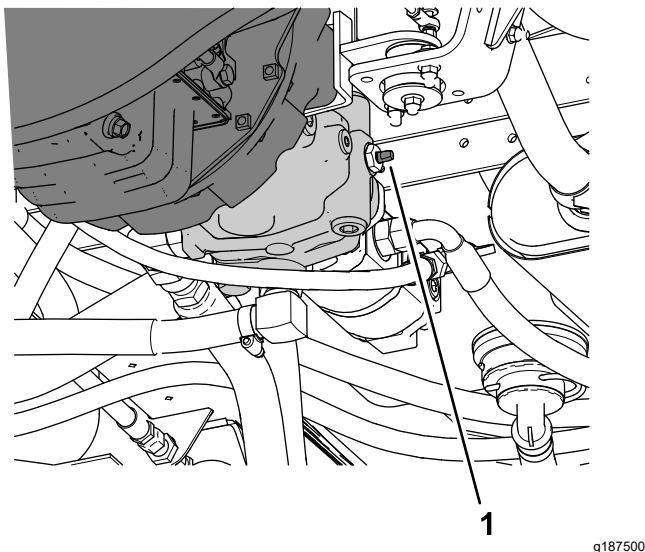

Figure 60
3. Tournez la vanne de remorquage (Figure 60) de 90° dans un sens ou dans l'autre pour l'ouvrir.